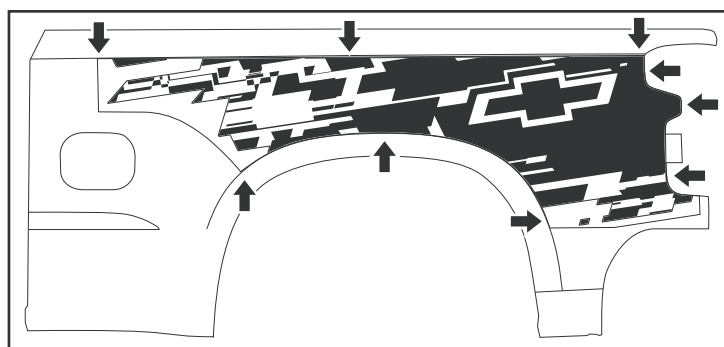

FIGURA 1 (SE MUESTRA IZQUIERDO)
6. Alinee la extensión del portador superior a la línea característica superior mientras alinea las áreas trasera e inferior con las líneas características del lado de la caja y la abertura de la luz trasera (vea la Figura 1). Presione ligeramente las secciones de pre-máscara de la calcomanía en su lugar.